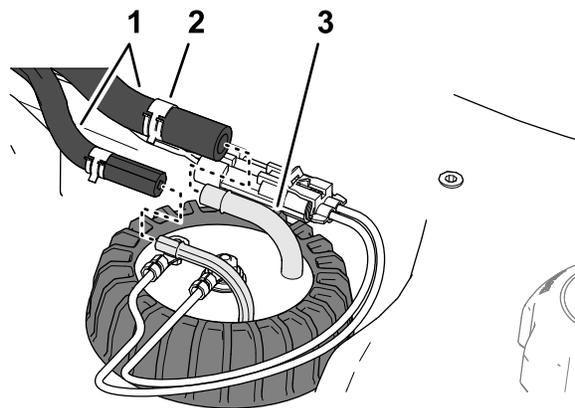

**Figure 86**
3. Débranchez le connecteur à 2 douilles du faisceau du transmetteur de niveau de carburant du connecteur à 2 broches du faisceau de la machine (Figure 86).